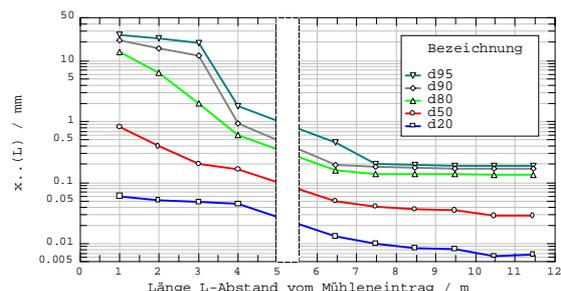

Bild 2: Mahldiagramm - Verlauf von Quantilkorngrößen
- ◆ die Korngrößen zu festgelegten Durchgangswerten, z.B. d80, d50, ... (Bild 2)